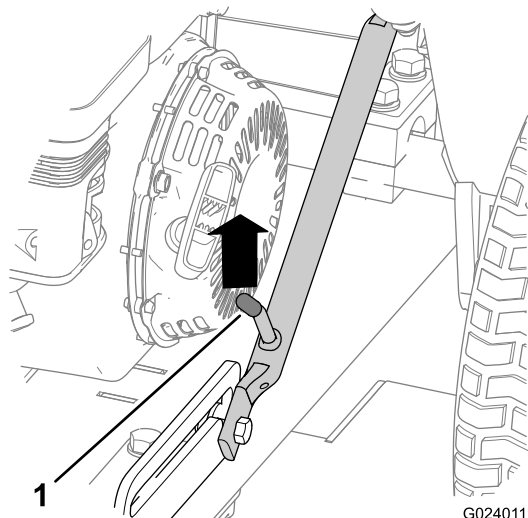

Bild 7
- Drücken Sie die Anbauvorrichtung nach oben, bis der Sperrhebel aus der seitlichen Arretierung entriegelt ist (Bild 7).